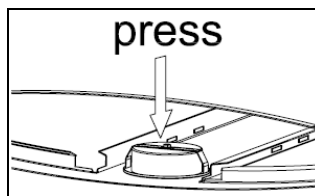

图. 12
灯泡的更换 (图. 12 & 12.1)
- 从机体内部按压灯泡组件 (图. 12).